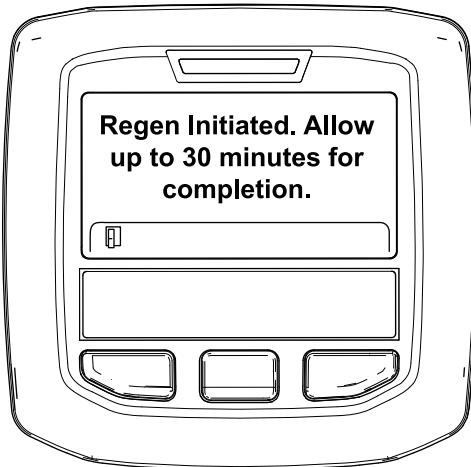

Figura 46
- Se a regeneração for permitida, surge a mensagem “Regen Initiated. Allow up to 30 minutes for completion” (Regen. iniciada. Aguarde 30 minutos até ser concluída) no InfoCenter; aguarde até que a máquina conclua o processo de regeneração em estacionamento (Figura 46).